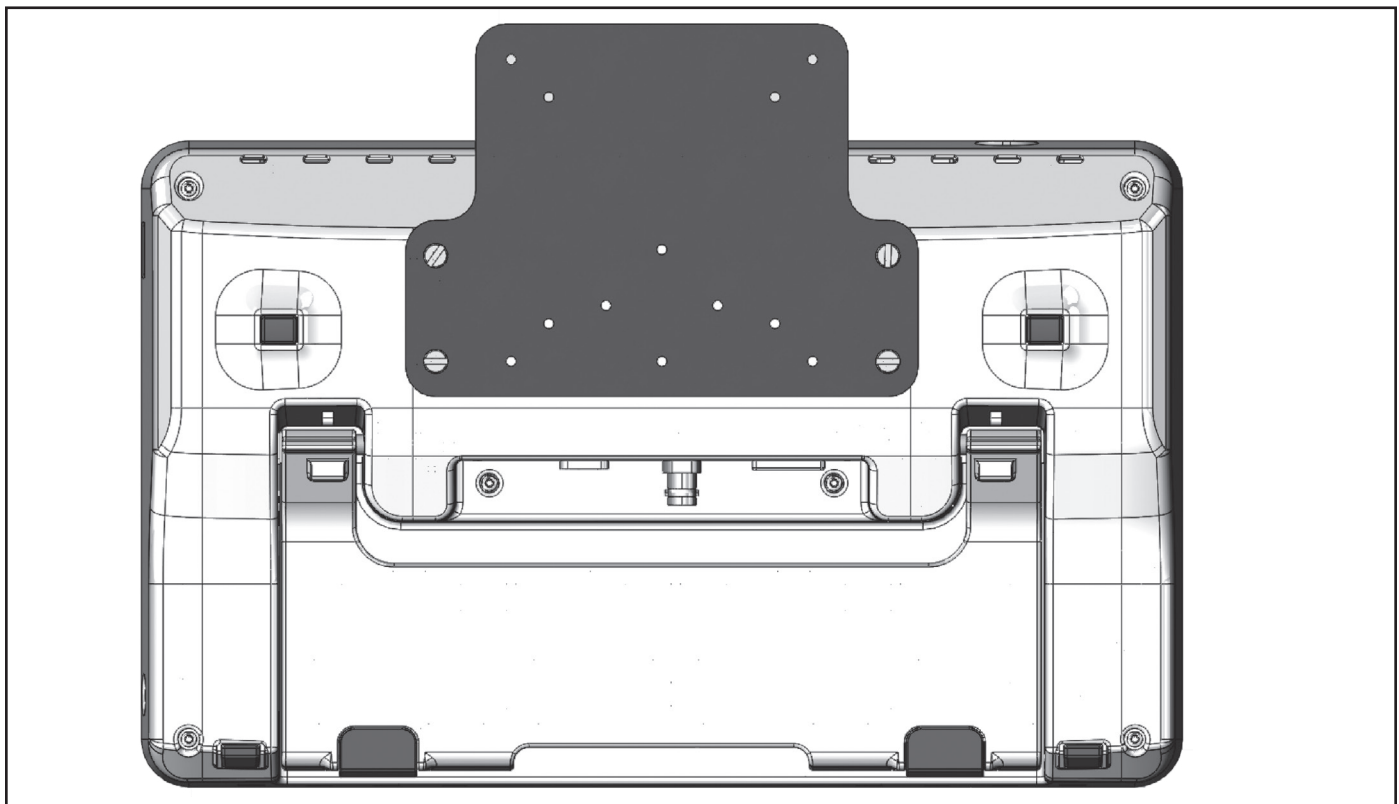

Afbeelding 20. Draadgaten van de monitor
4. Lijn de bevestigingsschroeven van de monitor uit met de draadgaten op de achterkant van de EXALT Monitor (afbeelding 20).